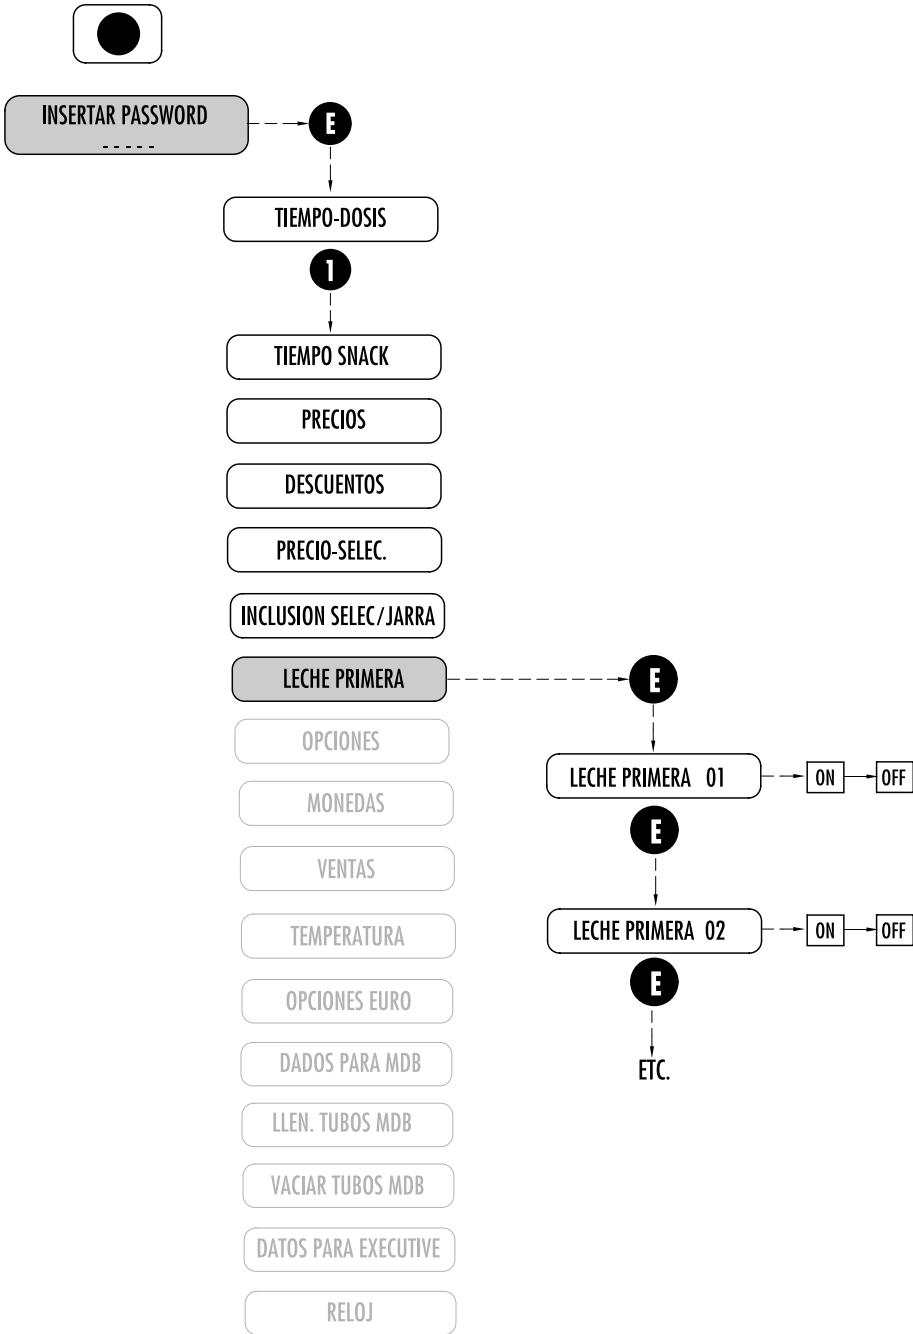

Fig. 7.10
7.2.7 LECHE PRIMERA (Fig. 7.10)